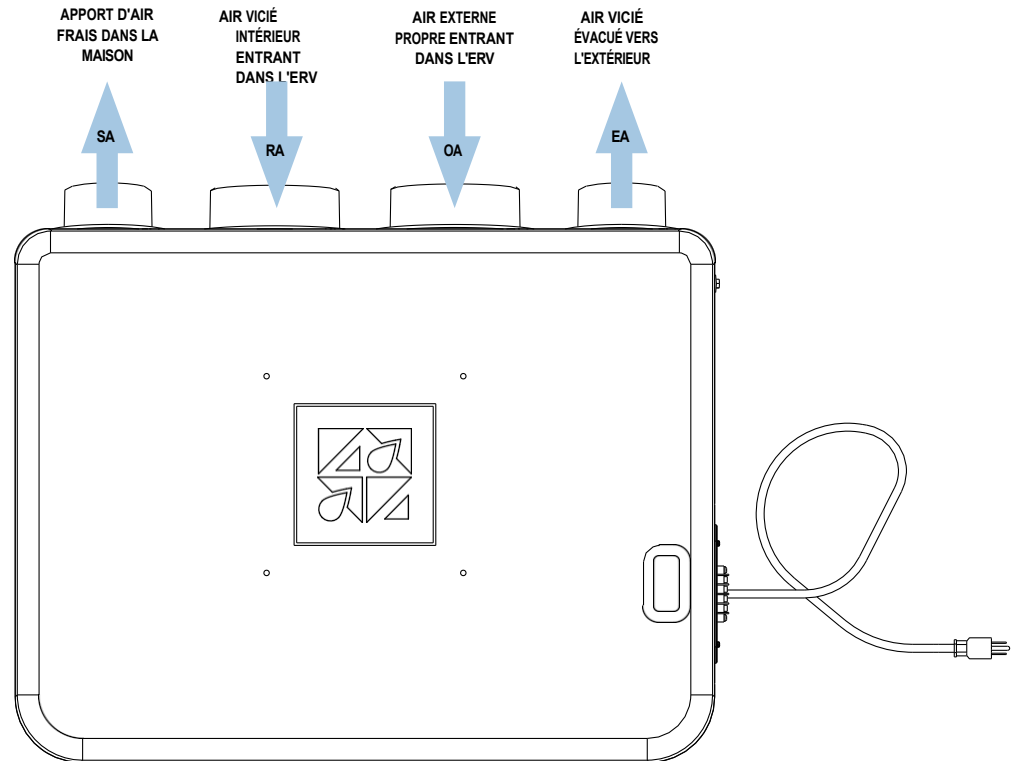

FIGURE 5.0.0 SCHÉMA DU FLUX D'AIR AERI
**REMARQUE :** les flux d'air peuvent être inversés lors de l'installation. Il s'agit d'une installation acceptable qui n'affecte pas les performances de l'appareil ni la garantie. Si les flux d'air sont inversés, les flèches OA et RA changeront de position dans la figure 5.0.0, tout comme les flèches EA et SA. L'installateur doit noter si les flux d'air sont inversés.